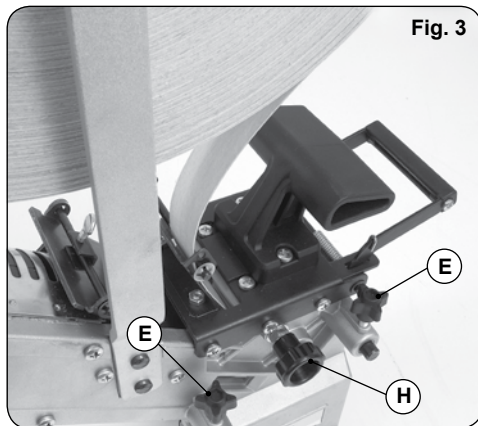

Fig. 3
1. Aflojar los pomos E, (Fig. 3), y separar los dos cuerpos para permitir el paso de la cinta.
3. Cerrar el cuerpo o lado móvil G mediante el pomo H, (Fig. 3), a la anchura de la cinta, sin aprisionarla de modo que vaya guiada, fijándolo en esta posición con los pomos E, (Fig. 3).